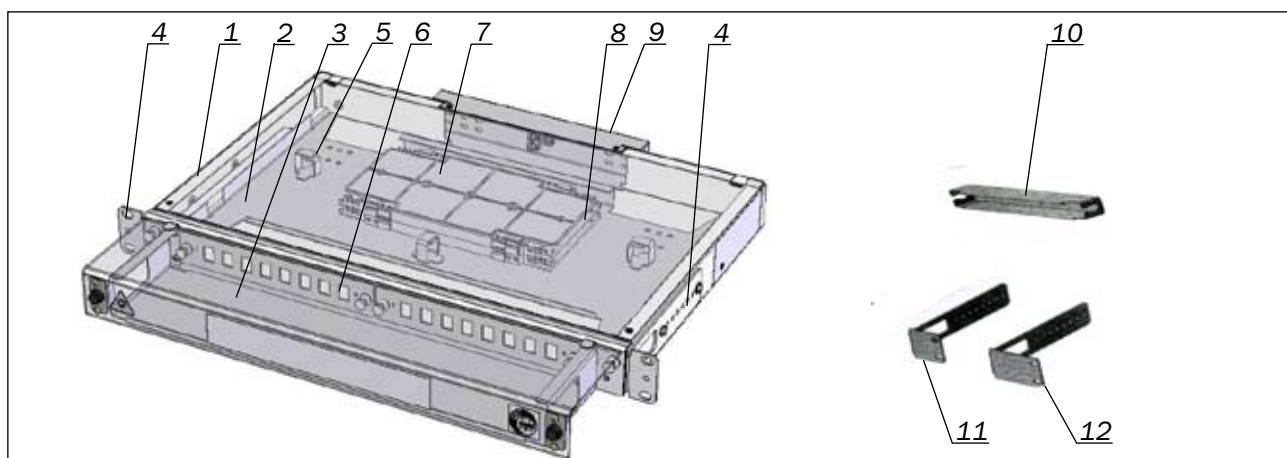

Рисунок 1.1 – Состав шкафа
1.2 Базовый комплект поставки шкафа предусматривает установку его в открытых стойках или закрытых телекоммуникационных шкафах типоразмера 19". Установка шкафа в стойки или телекоммуникационные шкафы типоразмера 23" или метрического стандарта (ETSI, 600 мм) обеспечивается при использовании соответствующих кронштейнов для крепления (рисунок 1.1, поз. 11, 12).
вания с ВКУ, обеспечивающим ввод ОК в защитной полимерной гофротрубе диаметром 16 мм (рисунок 1.1, поз. 10).
5.5 Для организации ввода ОК в защитной гофротрубе, разделанного до ОМ, используют поставляемый отдельно узел ввода ОК (рисунок 1.1, поз.10), который монтируют в соответствии с прилагаемой к нему инструкцией по монтажу.